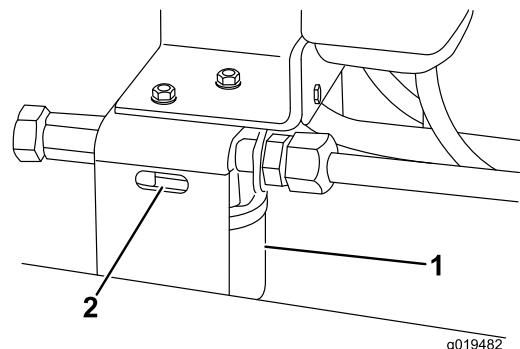

Bild 78
2. Reinigen Sie den Bereich um die Filterkontaktefläche. Stellen Sie eine Auffangwanne unter den Filter und nehmen Sie den Filter ab (Bild 78).